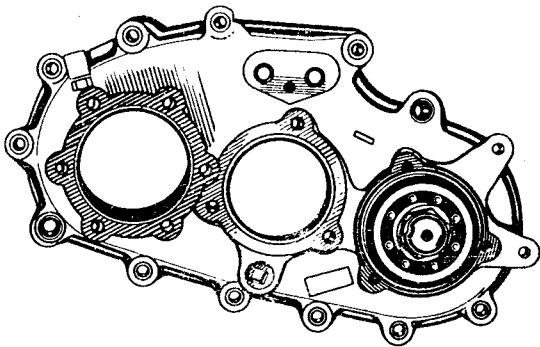

Bild 116. Vorderachsantriebswelle, im Gehäusedeckel eingebaut
1. Zusammengebaute Vorderachsantriebswelle in die untere Bohrung des Gehäusedeckels einführen, Druckring in die Lagernut einlegen und Welle bis zum Anschlag einsetzen (Bild 116).